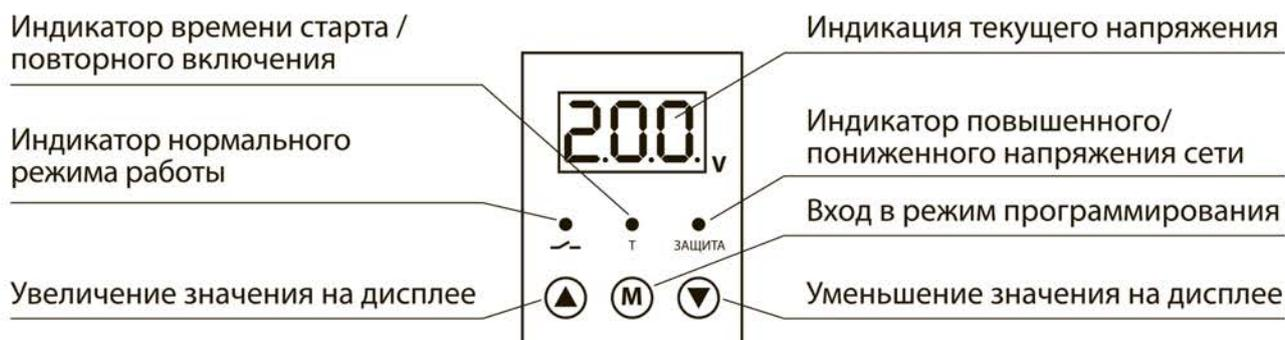

Рисунок 3. Лицевая панель реле РН 2
6.3. В реле предусмотрена возможность регулировки значений верхнего и нижнего напряжения, а также времени его срабатывания. Текущее состояние реле отображается на LED-дисплее и индикаторах (рисунок 3).